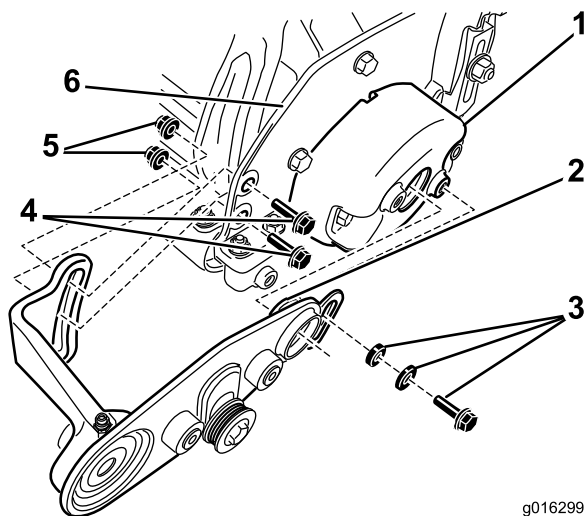

Рисунок 5
6. Установите уплотнительное кольцо на направляющий поясок правой опоры щетки; см. Рисунок 5.
- B. Нанесите тонкий слой консистентной смазки на уплотнительное кольцо, установленное на направляющий поясок правой опоры щетки; см. Рисунок 5.
- C. Введите направляющий поясок в противовес и прикрепите переднюю сторону правой опоры щетки к бобышке в противовесе посредством проставки подшипника, шайбы и болта с контрящей смазкой (Рисунок 5).
- D. Прикрепите заднюю сторону правой опоры щетки к внутренней стороне боковой плиты режущего блока двумя шестигранными болтами и двумя фланцевыми гайками (Рисунок 5).